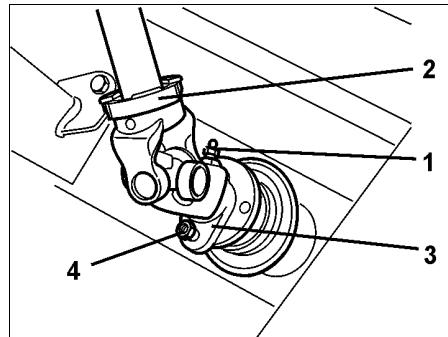

Рис. 60
- Входящие в объем поставки отдельные болты 8 x 30, DIN 931, 8.8 являются запасными срезными болтами (Рис. 60/4) для крепления насадной вилки карданного вала на фланце входного вала редуктора. Карданный вал надевайте на входной вал редуктора смазанным консистентной смазкой.